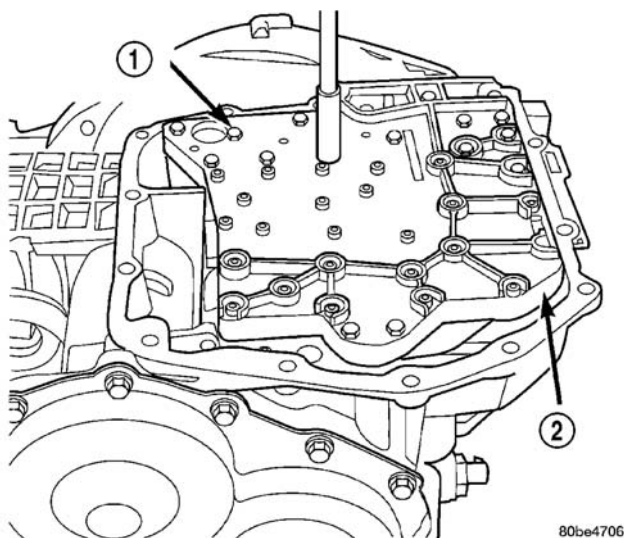

图 159 安装阀体与壳体连接螺栓
(64) 安装和紧固阀体与壳体连接螺栓至 $12\text{N}\cdot\text{m}$ (105in.lbs.) (图 159)。